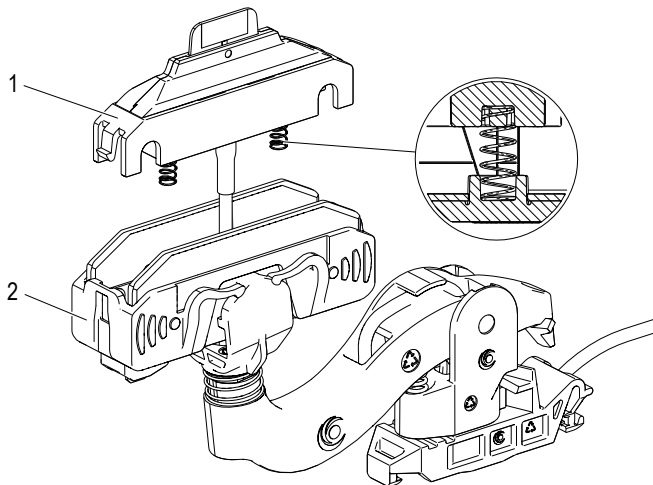

Abb. 182: Abnehmergehäuse (1) wird mit der Wippe (2) montiert
→ Das Abnehmergehäuse (1) und die Wippe (2) montieren. Die Datenleitung vorsichtig nachziehen (siehe Abb. 182).